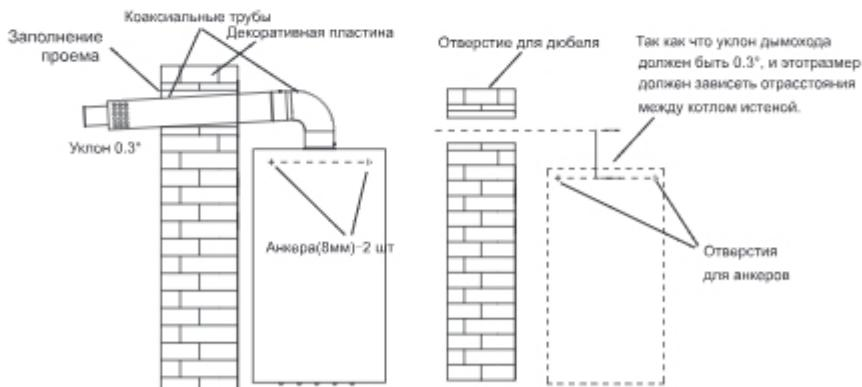

Рис.14
2) Боковой выход дымохода (рис.14)